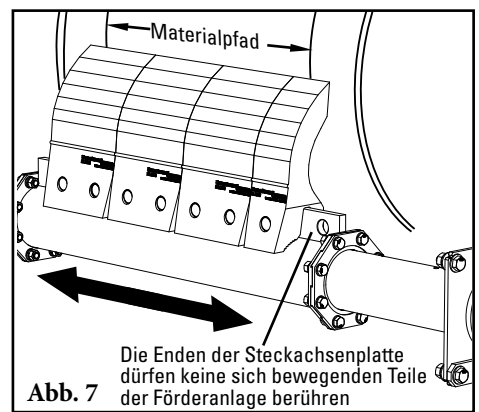

Abb. 7
7. **Die Abstreifblätter auf dem Band zentrieren.** Verschieben Sie die Steckachse bis die Abstreifblätter über dem Band zentriert sind oder den Materialpfad auf dem Band abdecken (Abb. 7). Sicherstellen, dass die Enden der Steckachsenplatte keine beweglichen Teile berühren. **HINWEIS:** Die Standard-Blattabdeckung ist Bandbreite minus 150 mm (6") oder minus 300 mm (12"). Falls eine kleinere Blattabdeckung erforderlich ist, sind andere Materialpfadoptionen durch Entfernen von Blattsegmenten möglich.